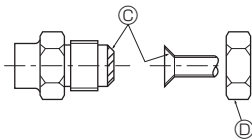

Fig. 4-1
### 4.2. Tubos de conexión (Fig. 4-1)
④ (Fig. 4-1)
⑤ (Fig. 4-1)